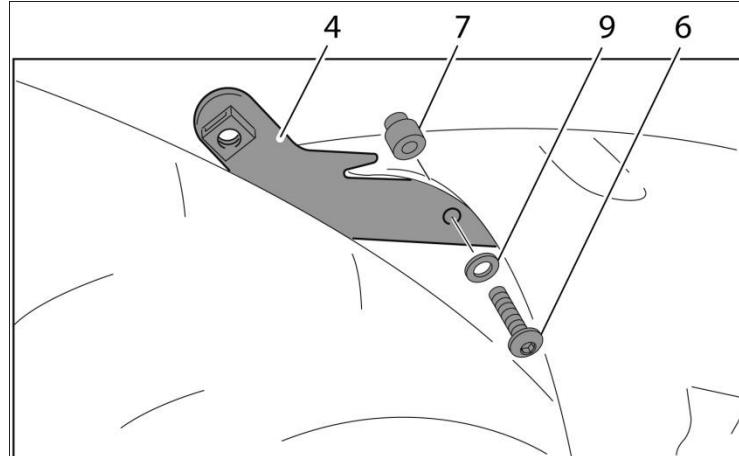

FIGURE 2
- 2- Para el lado contrario, sacar la guía de cadena que se encuentra en el interior del basculante. A continuación colocar el casquillo (7) en el interior de la guía y fijar el herraje (4) con el tornillo (6) y la arandela (9) suministrados tal y como indica la fig.2. La arista del herraje debe quedar apoyada en el basculante tal y como muestra la fig.2. Para efectuar esta operación es recomendable sacar la cadena de la motocicleta y retrasar la rueda para facilitar el acceso a la zona.
- 2- On the other side, remove the chain guide that is on the interior part of the swing arm. Next, place the cylinder (7) in the guide's inferior and tight the hardware (4) with the screw (6) and washer (9) supplied as the figure 2 shows. The edge of the hardware should rest on the swing arm as the figure 2 shows. In order to do this, it is recommended to take out the chain and put back the wheel to ease the access to the area.
- 2- Im Gegenteil entfernen Sie die Kettenführung, die innerhalb der Zschwinge ist. Nachfolgend, legen Sie die Buchse (7) innerhalb der Führung und befestigen Sie den Halter (4) mit der Schraube (6) und die Mutter (9) geliefert wie die Abbildung gezeigt. Um dieser Betrieb zu ausführen, empfehlen wir um die Motorrad-Kette zu entfernen und verzögert das Rad, um den Zugriff auf den Bereich zu erleichtern.